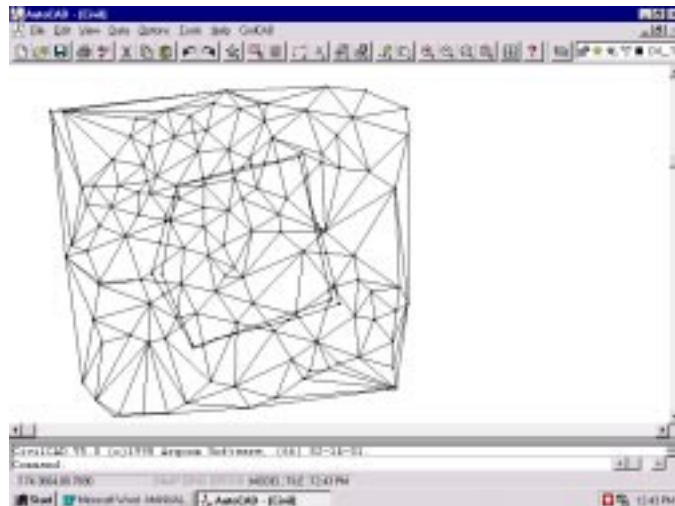

Fig. 35: Plataforma con línea cero dibujada.
5. Seleccione la rutina para dibujar la línea cero la cual marcará las intersecciones de los taludes con el terreno. Esta línea deberá aparecer en color rojo alrededor de la plataforma(ver fig. 35).